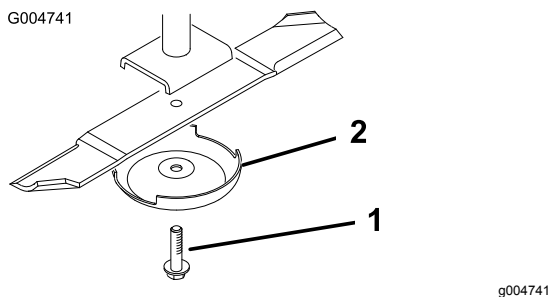

Figura 138
4. Segure a extremidade da lâmina utilizando um trapo ou uma luva grossa e retire o parafuso da lâmina, recipiente antidanos e a lâmina do veio do eixo (Figura 138).